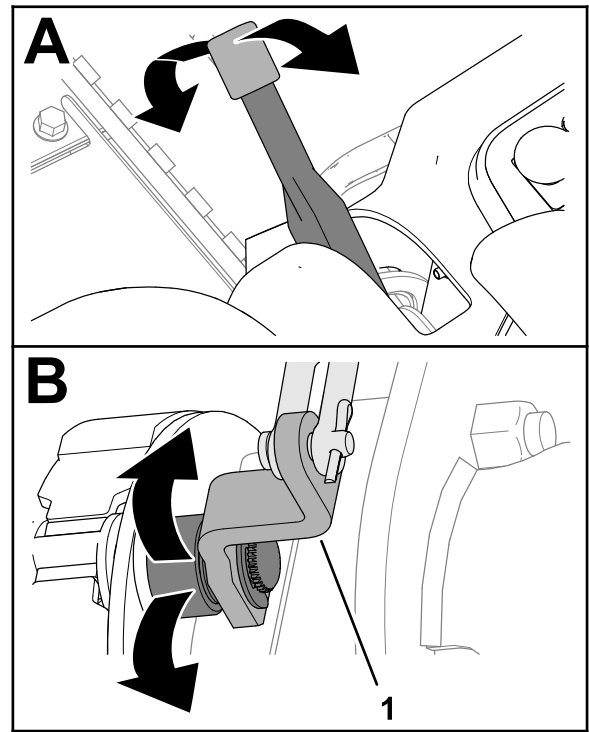

Figure 67
2. Levez ou abaissez le levier du frein de stationnement pour vérifier que le levier du levier de came du frein peut bouger librement (Figure 67).